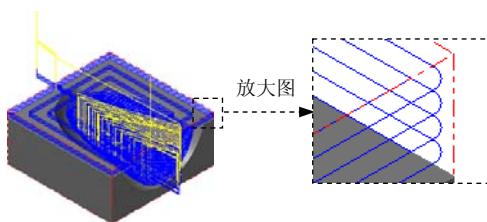

图 13.8 刀具路径
(1) 在“曲面粗加工挖槽”对话框中单击**粗加工参数**选项卡, 在**Z 轴最大进给量:**文本框中输入 1, 然后在**进刀选项**区域选中**☒ 由切削范围外下刀**复选框和**☒ 螺旋式下刀**复选框。
(2) 单击**切削深度(D)...**按钮, 在系统弹出的“切削深度设置”对话框中选中**☒ 绝对坐标**单选项, 然后在**绝对的深度**区域的**最高位置**文本框中输入 4, 在**最低位置**文本框中输入-30。单击按钮, 系统返回至“曲面粗加工挖槽”对话框。
Step11. 单击“曲面粗加工挖槽”对话框中的按钮, 完成加工参数的设置, 此时系统将自动生成图 13.8 所示的刀具路径。